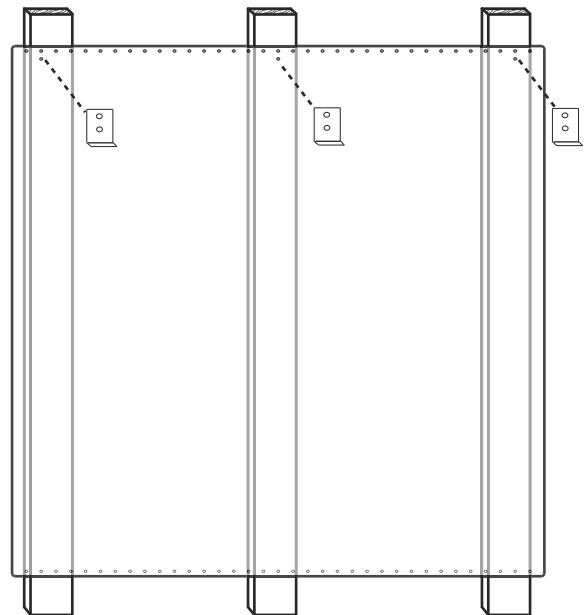

Figure 12 : Dosseret de protection avec étagère garde-chaud
3. À l'endroit indiqué sur la *Figure 12* fixez les supports inférieurs fournis avec l'étagère garde-chaud à travers le dosseret de protection, dans les montants de cloison.